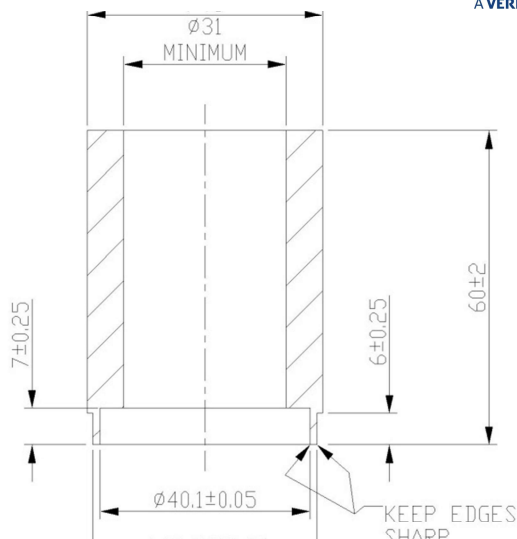
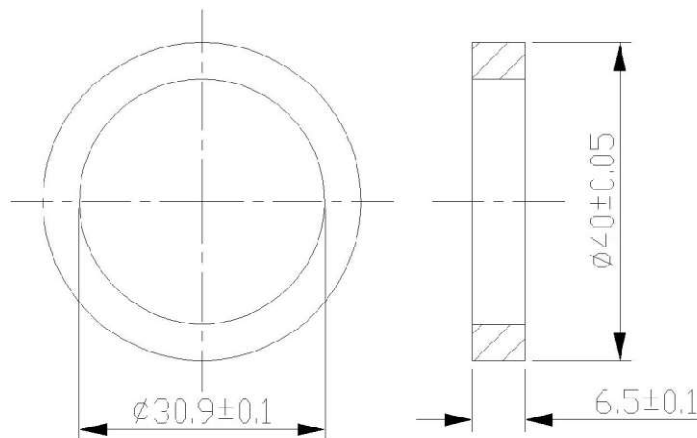

Abbildung 23 - Größe der Hülse
Abbildung 26 – Werkzeug zum Einsetzen der Winkelmanschette
Zum Ausbauen des Dichtungssitzes von der Rückseite des Rotors ist ein Spezialwerkzeug erforderlich. Dieses Werkzeug muss mit den in Abbildung 23 gezeigten Maßen gefertigt werden.
- Die **Quad-Ring-Dichtung** (83) auf die Dichtungsfläche setzen und die Aufnahme im Dichtungsgehäuse mit einem Schmiermittel schmieren, das mit der gepumpten Flüssigkeit und dem Elastomer kompatibel ist. Der Quad-Ring darf sich beim Einsetzen nicht verschieben.
- Vor dem Einbauen des Dichtungssitzes in den Rotor eine neue Winkelmanschette (83) in die Dichtungsfläche einsetzen. Sicherstellen, dass die Dichtungsfläche richtig montiert wird, d.h. mit der glatten Arbeitsfläche nach außen.
- Eine Nylonhülse verwenden, wie in Abbildung 23 dargestellt, und auf das Ende des Werkzeugs setzen, wie in Abbildung 26 dargestellt. Sonst mit den Fingern arbeiten und dabei darauf achten, dass die Dichtungsfläche nicht beschädigt wird.